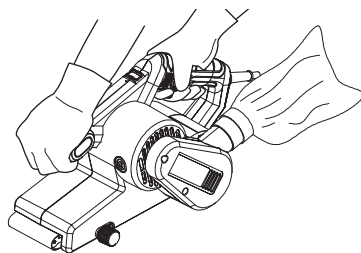

Fig. 15
2. Maintenez le produit avec une main sur la poignée avant **(1)** et l'autre main sur la poignée arrière **(5)** (Fig. 15).